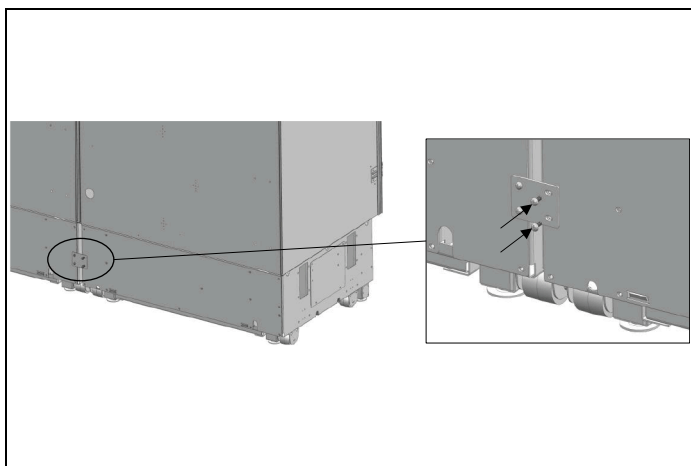
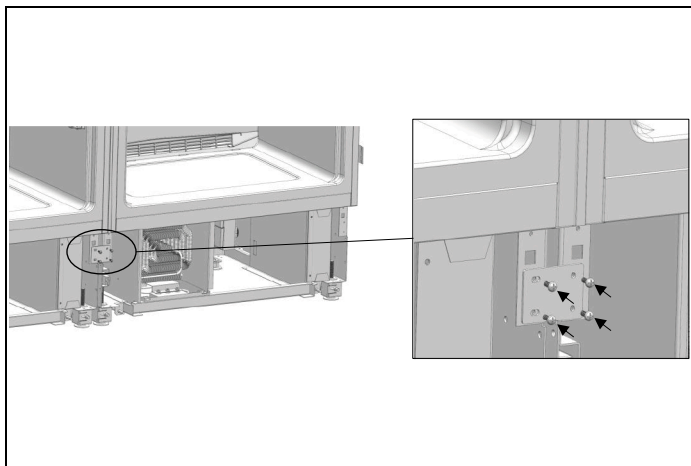

Fig. 111
Fig. 112
- Une fois les réfrigérateurs correctement alignés, fixez les supports de raccordement à l'arrière (Fig. 111) et à l'avant (Fig. 112), joignant les deux réfrigérateurs ensemble.